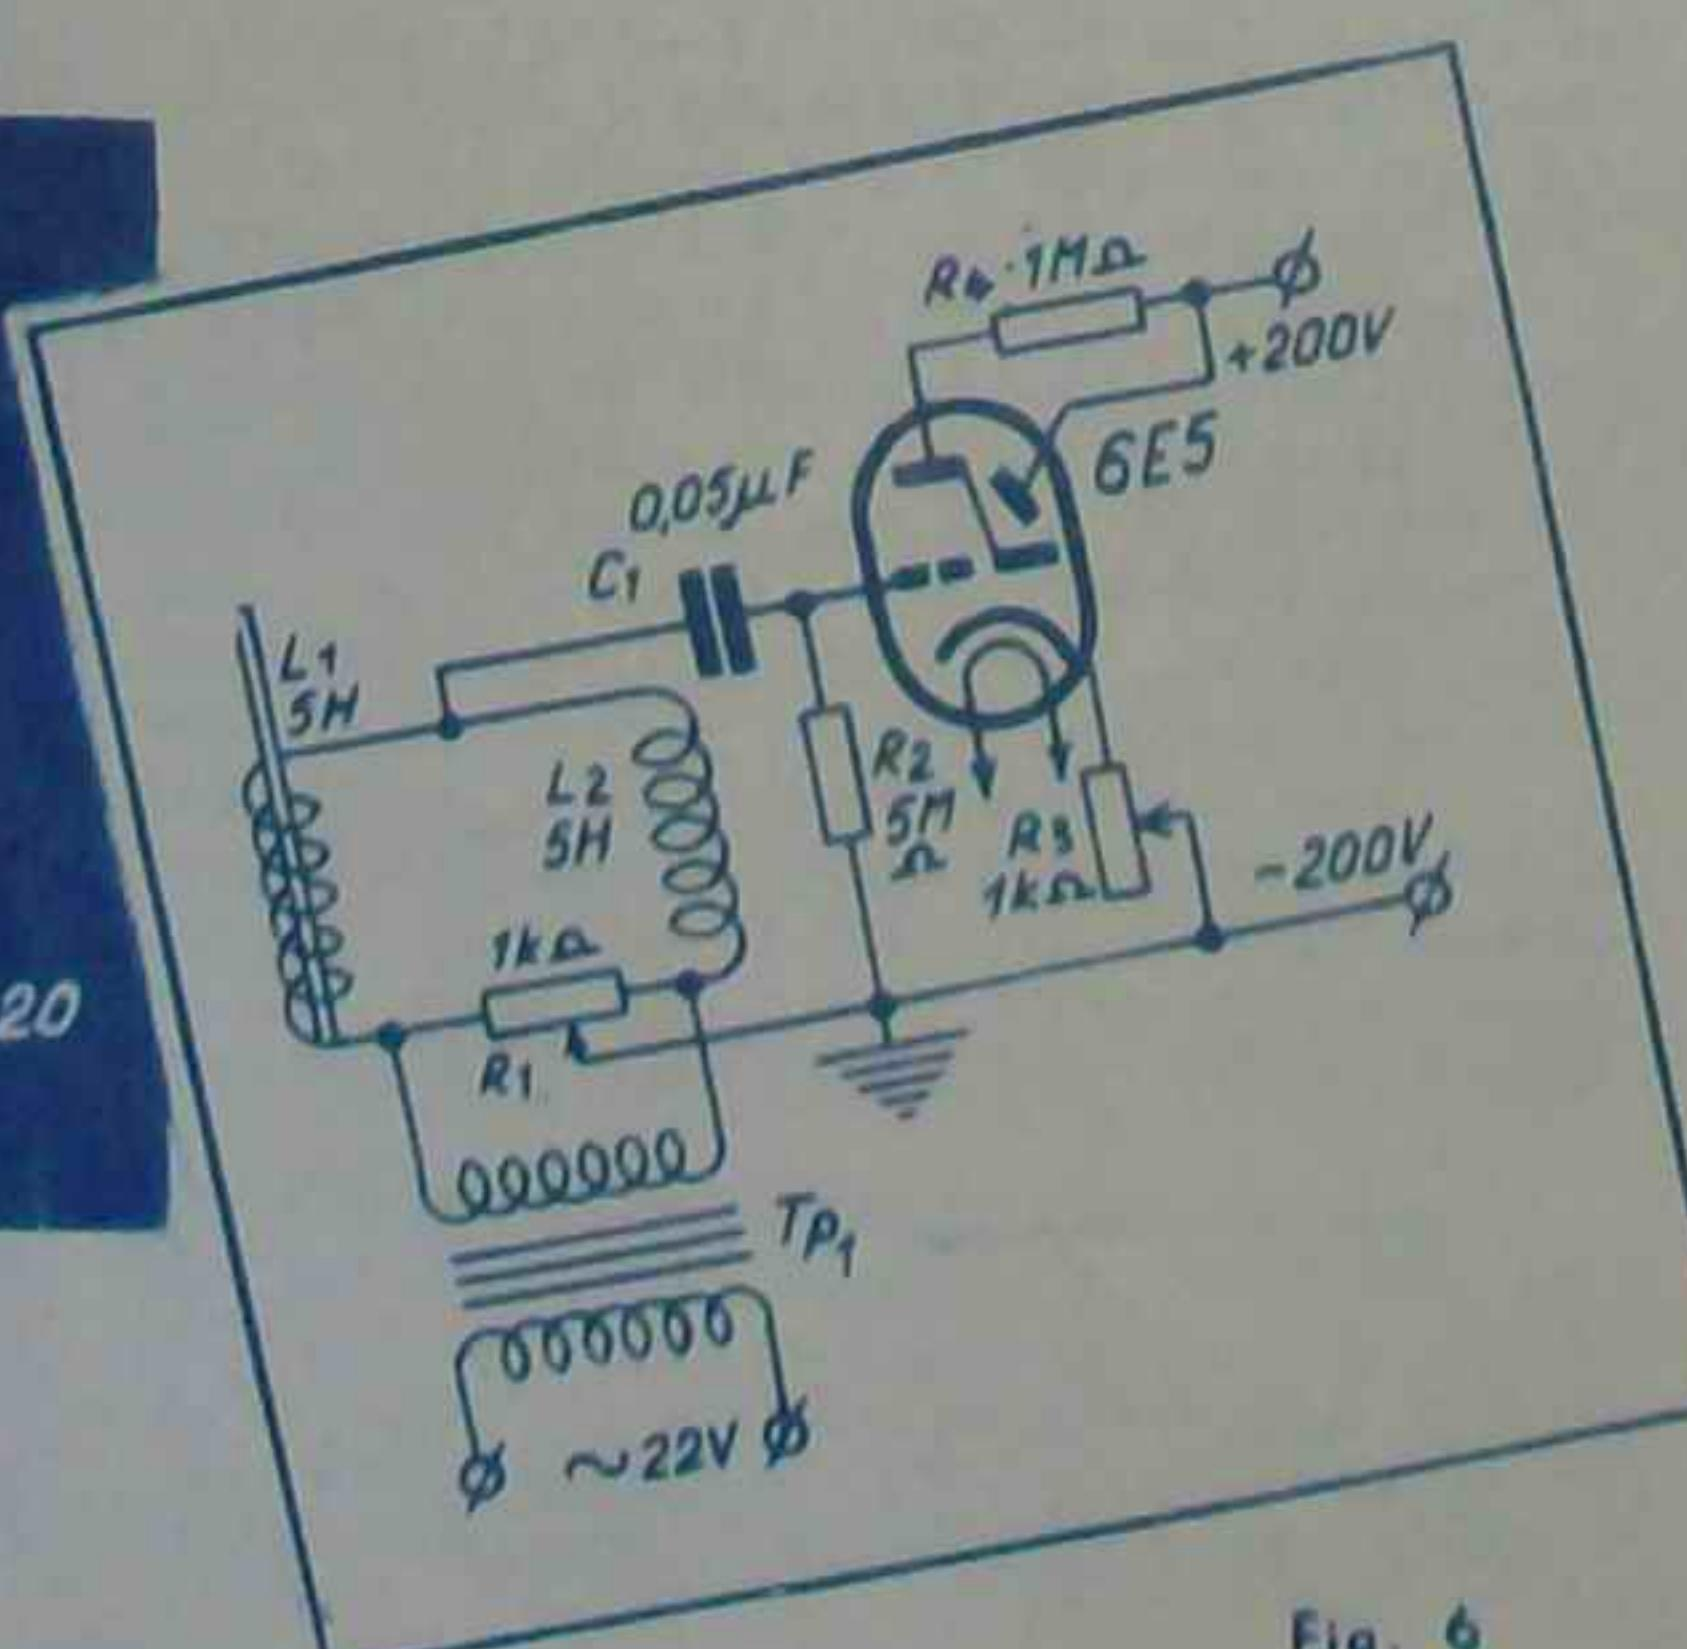

Fig. 6
**Aparat pentru determinarea spirelor scurtcircuite în bobină.** Schema instrumentului din fig. 6 reprezintă o punte pentru măsurarea inductanțelor în care indicatorul este un tub 6E5.